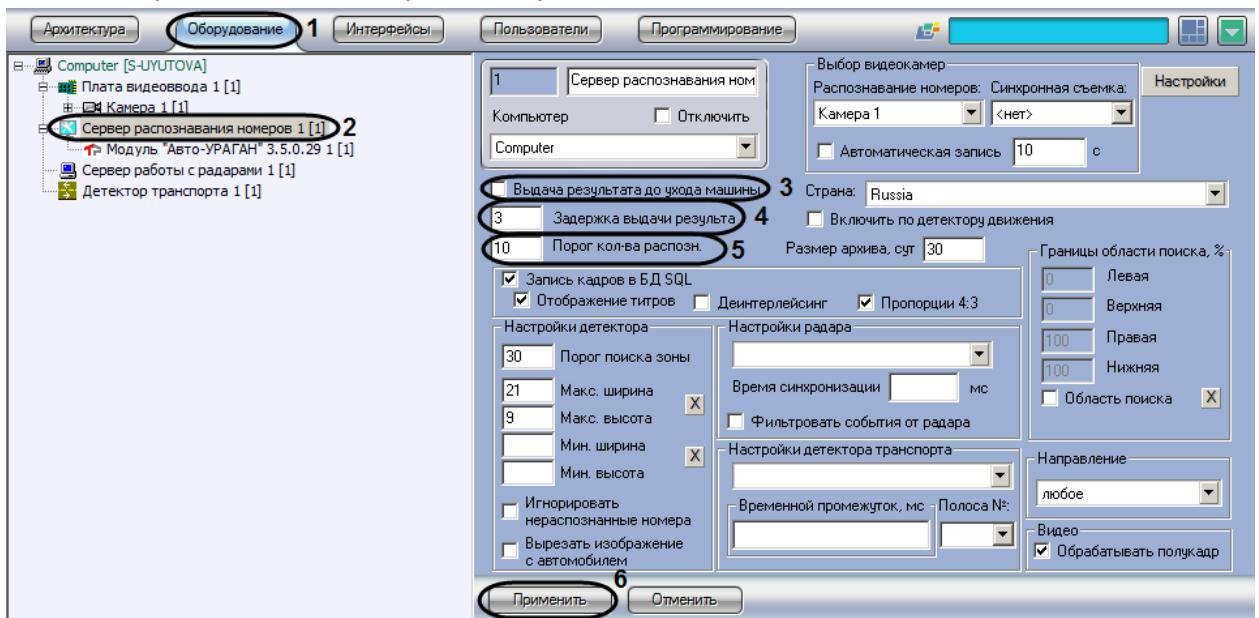

Рис. 7.2—17. Выбор параметров обработки номерного знака
1. В диалоговом окне «Настройка системы» перейти на вкладку «Оборудование» (Рис. 7.2—17, 1).
2. В дереве объектов на вкладке «Оборудование» выбрать объект «Сервер распознавания номеров», соответствующий активированному программному модулю «Авто-УРАГАН 3.5.0.29» или «VIT» (см. раздел «Активация программного модуля, используемого для распознавания номеров», Рис. 7.2—17, 2). В правой части вкладки «Оборудование» отобразится панель настройки выбранного объекта.
3. Установить флажок «Выдача результата до ухода машины» (см. Рис. 7.2—17, 3). В том случае, если флажок «Выдача результата до ухода машины» установлен, результат выдается до реального ухода машины из кадра (номера данной машины из границ поиска номерного знака). В противном случае, окончательный результат выдается только после реального ухода машины из кадра.
4. Задать параметр «Задержка выдачи результата» (секунды) (см. Рис. 7.2—17, 4). В том случае, если данный параметр задан, результат распознавания будет выдаваться сразу после того, как пройдет промежуток времени, заданный данным параметром. Данный промежуток времени начинает отсчитываться после первого распознавания номерного знака.
*Примечание. Данный параметр используется только при установленном флагже «Выдача результата до ухода машины» (см. Рис. 7.2—17, 3).*
5. Задать параметр «Порог кол-ва распозн.» (см. Рис. 7.2—17, 5). В том случае, если данный параметр задан, результат распознавания будет выдаваться сразу после того, как количество надежных распознаваний номерного знака превысит значение данного параметра. Счетчик количества распознаваний является накопительным и не сбрасывается в случае временных потерь данной зоны или неправильных распознаваний.
*Примечание. Данный параметр используется только при установленном флагже «Выдача результатов до ухода машины» (см. Рис. 7.2—17, 3).*